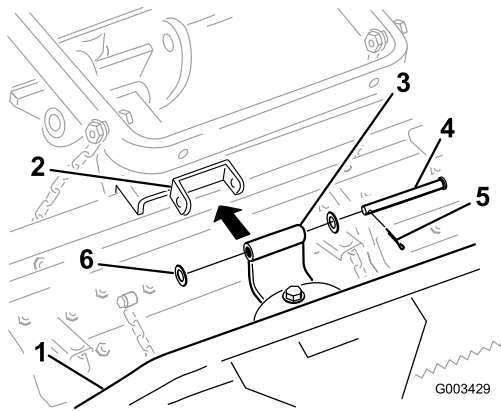

Figura 4
2. Conecte el soporte/pivote curvo al rastrillo de dientes según se muestra en Figura 4 con un pasador